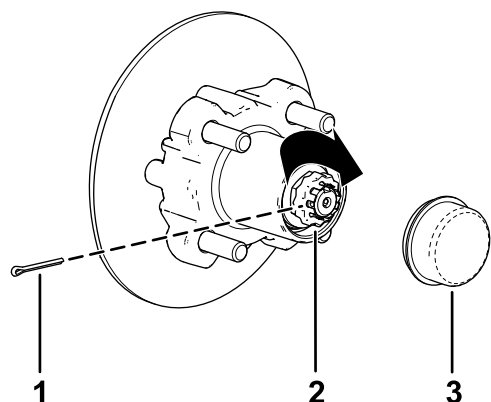

Figure 36
alignés afin de pouvoir insérer la goupille fendue (Figure 36).
9. Insérez la goupille fendue et repliez chacune de ses pattes autour de l'arrêt d'écrou (Figure 36).
10. Reposez le couvre-moyeu sur le moyeu (Figure 36).